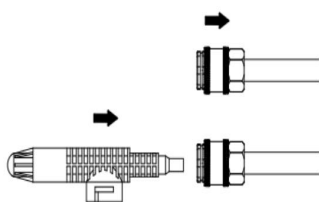

Fig.10
- Installer de lance de savon (noires) sur des becs, comme le montre la figure 10.